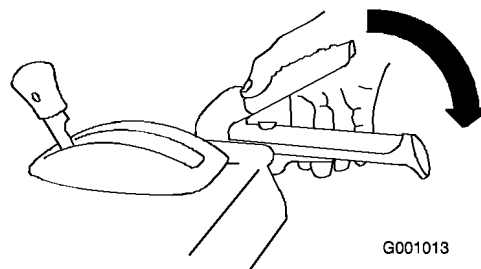

Bild 29
1. Drücken Sie zum Einkuppeln des Schnecken-/Gebläseradantriebs den rechten Hebel (Schnecke/Gebläserad) zum Handgriff (Bild 29).